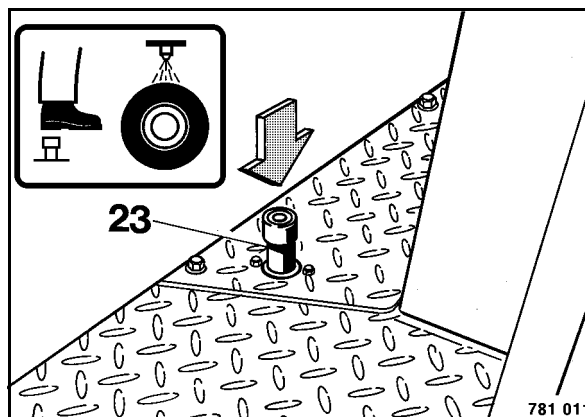

Fig. 65
- Azionare l'interruttore a pedale 23 (Fig. 65).